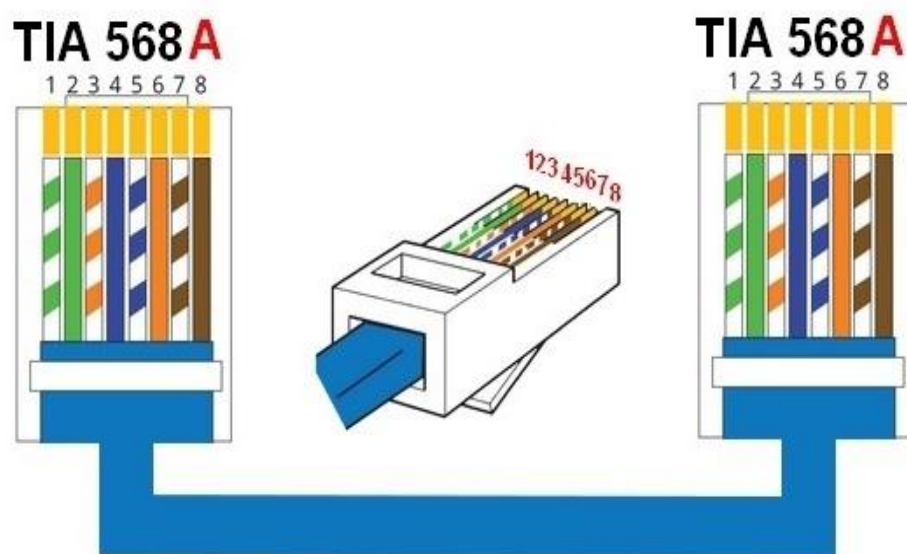

Figura 6 - Pinagem do cabo Ethernet CAT5
- Cabo de instrumentação 4 vias / 2 pares trançados, cada par blindado e \varnothing de 0,5mm² para comunicação Modbus RS485 (Versão com CLP Ramix), este cabo é utilizado caso o MF-2100 se comunique com IHM ou CLP do cliente. No caso de comunicação Ethernet (Versão com IHM X4) é utilizado o cabo descrito na figura 6.
Neste equipamento deve ser passado um cabo Ethernet CAT5 blindado e feita as pontas com o conector RJ45 padrão conforme a figura 6.